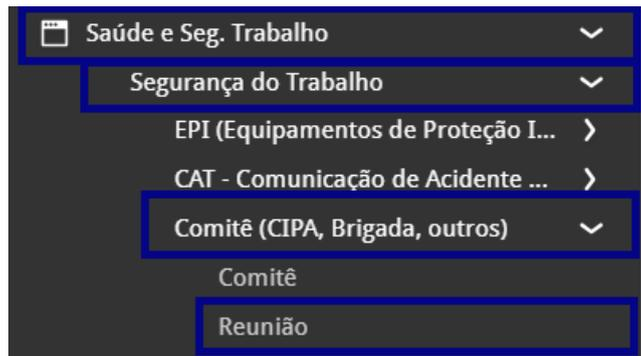

Figura 102: Caminho
1. No menu lateral, acesse o caminho (Figura 102): **Saúde e Segurança do Trabalho > Segurança do Trabalho > Reunião**.